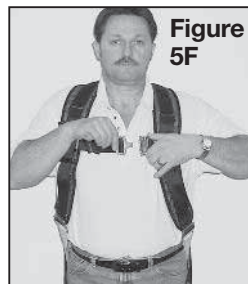
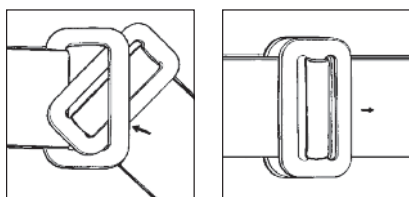

Figure 5F
Figure 9 Comment attacher une boucle
ÉTAPE 5 (figure 5F) Fixez la sangle de poitrine en insérant l'attache de la boucle dans le récepteur de la boucle à attache rapide (figure 9). La sangle de poitrine doit être placée à six pouces sous le haut des épaules.